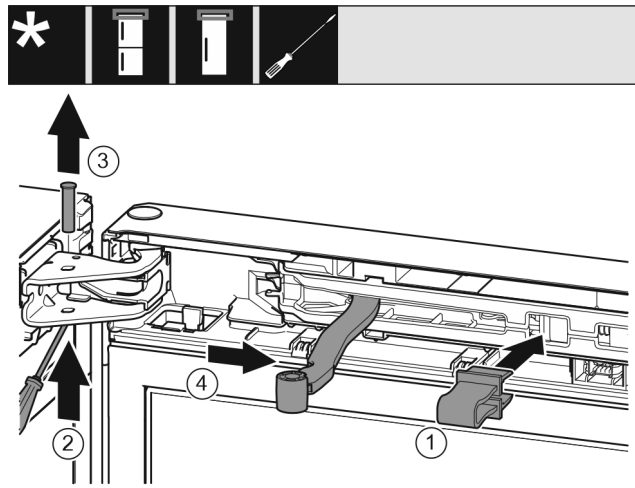

Fig. 6
- Sicherung in Öffnung einrasten. Fig. 6 (1)
- Bolzen mit Schraubendreher herausschieben. Fig. 6 (2)
- Bolzen nach oben herausnehmen. Fig. 6 (3)
- Gelenk in Richtung Tür drehen. Fig. 6 (4)